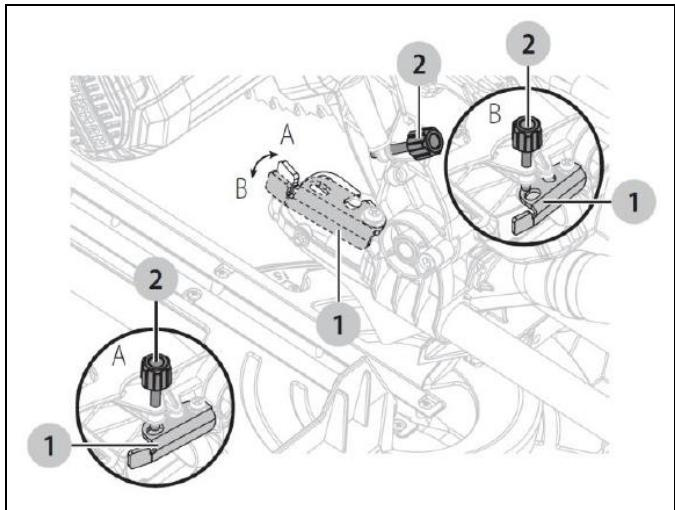

Рисунок 32
- Поверните ограничитель глубины против часовой стрелки в положение В, опустите режущую голову, чтобы проверить текущую настройку. Поворачивайте ручку регулировки глубины до тех пор, пока не будет достигнута желаемая глубина резания. (См. Рис. 32)
- По окончании поверните ограничитель глубины по часовой стрелке в положение А для нормального сквозного пиления. (См. Рис. 32)
#### 6.4 Регулировка ограничителя глубины (Рис. 32)